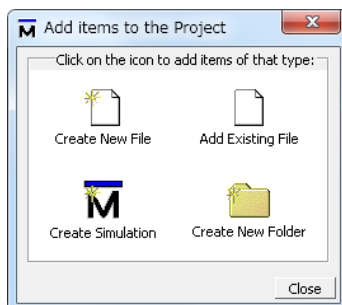

図 3-1-2 Add items to the Project
- ④ “OK”をクリックして、Create Project ウィンドウを閉じます。
- ⑤ Add items to the Project ウィンドウを“Close”をクリックして終了します。(図 3-1-2)